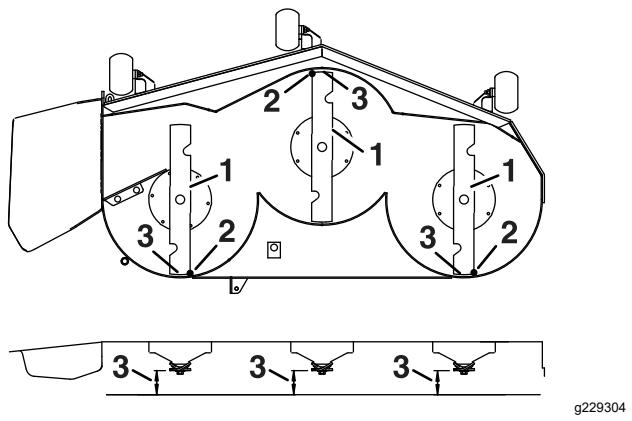

Bild 73
4. Drehen Sie die Messer vorsichtig, sodass sie in Längsrichtung zeigen (Bild 73).
5. Messen Sie zwischen der Messerspitze vorne und hinten und der ebenen Fläche (Bild 73).